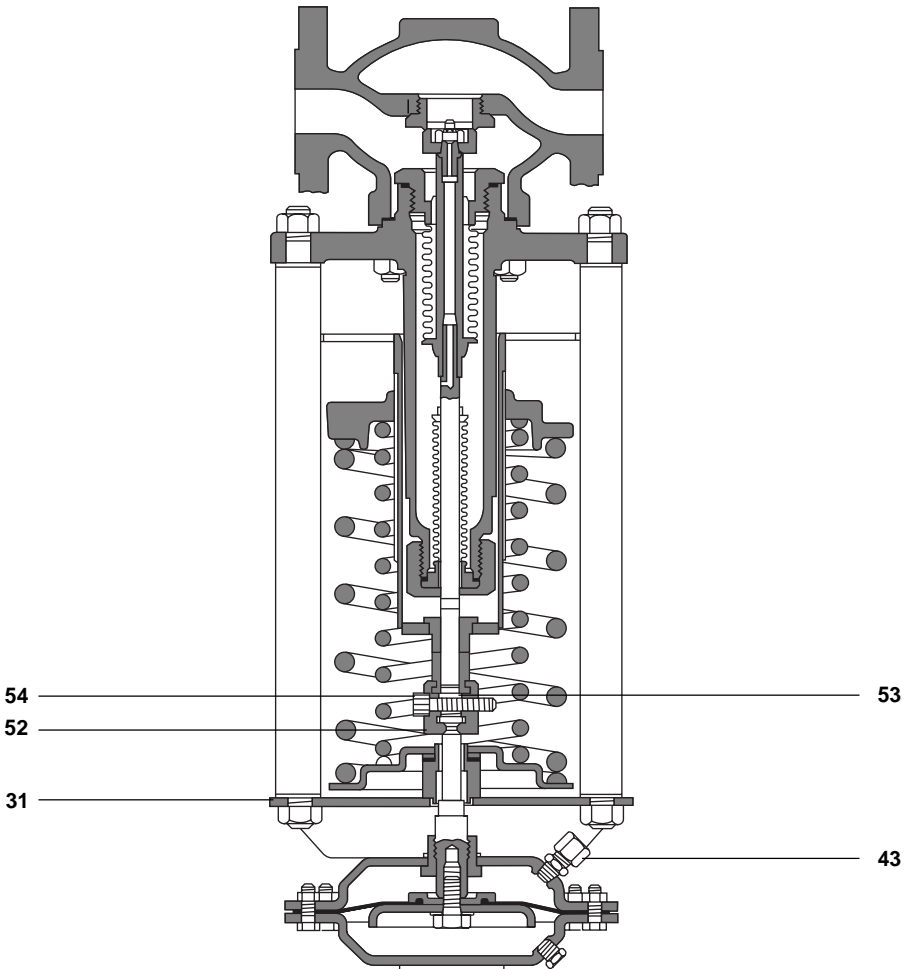

Fig. 8 DN25 a DN50
4.4.1 Recambios actuador (Fig 8):